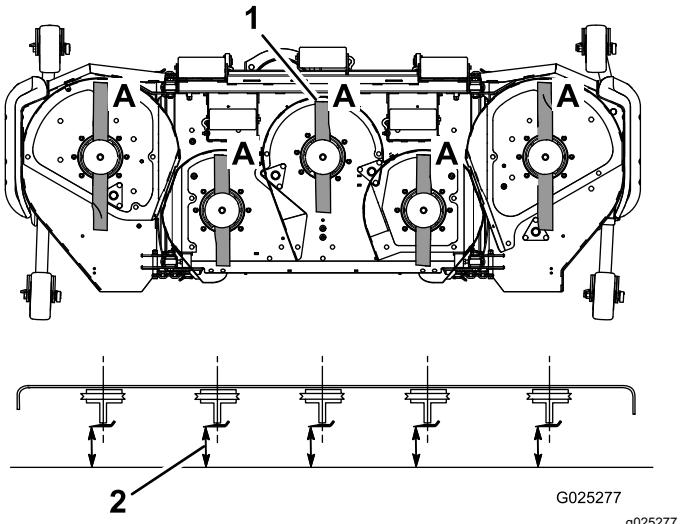

Figura 26
3. Girate le lame fino a disporle in parallelo con la lunghezza della macchina (Figura 26).
4. Misurate da un piano orizzontale fino al tagliente delle lame, posizione A, (Figura 26). Prendete nota di questa misura.